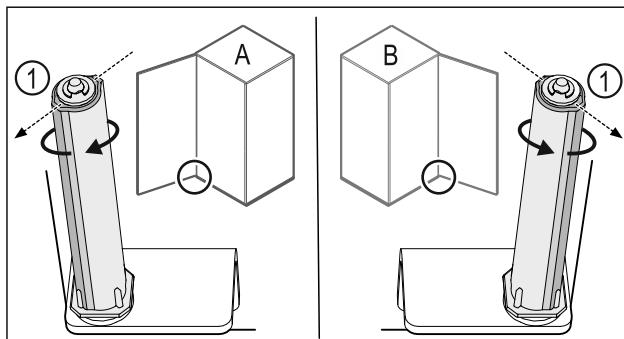

Fig. 38 Отваряне наляво (A) / отваряне надясно (B)
- Въртете затварящата система срещу съпротивлението, докато реброто на затварящата система Fig. 38 (1) сочи навън.